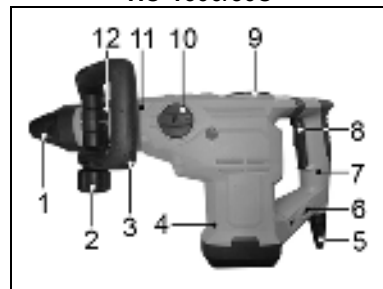

Рис. 4.
7.2. Установка дополнительных рукояток для модели ПЭ-1600/50Э (Рис. 4)